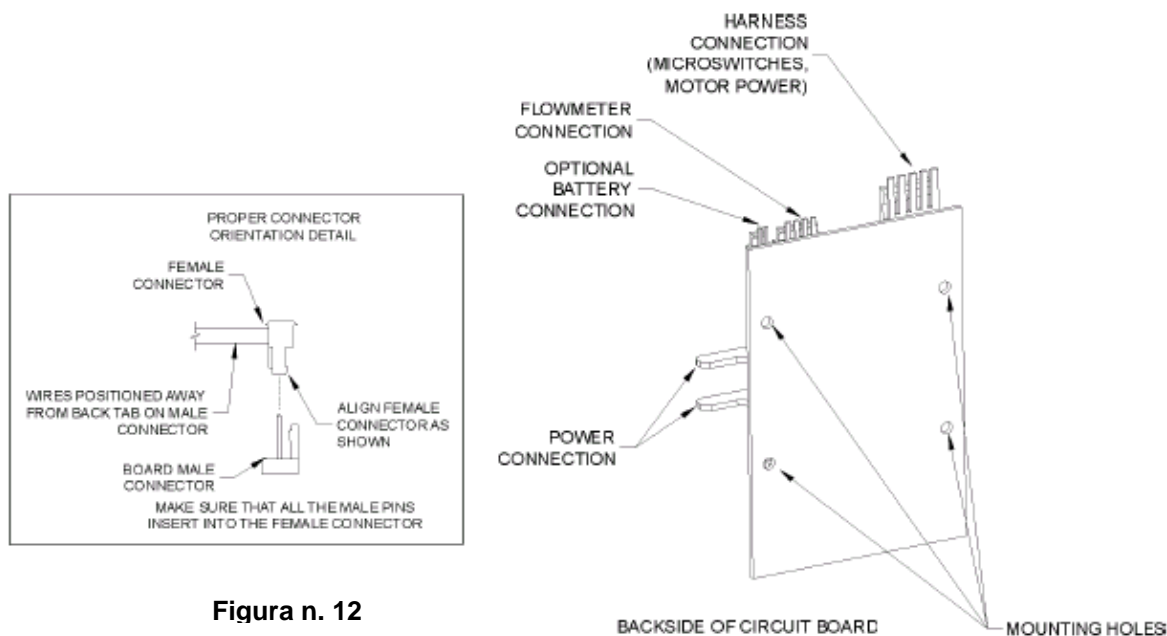

Figura n. 12
- Lo spinotto del cavetto della batteria, una volta inserito sul morsetto apposito, della scheda elettronica timer, dovrà presentarsi con il cavetto e la batteria orientati verso l'operatore, opposto al coperchio (vedi figura n. 12).